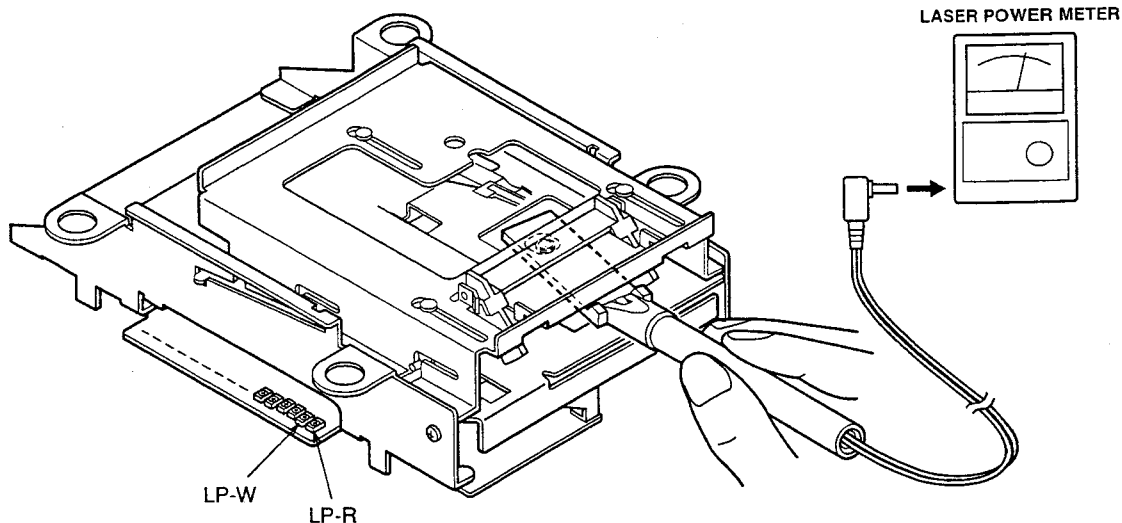

Fig. 6-4
7. As shown in Fig. 6-4, insert the sensor of the Laser Power Meter into the drive unit so that the sensor comes onto the top of the pickup lens.
7. 図6-4のようにレーザー・パワー・メーターのセンサーをドライブ・ユニットに挿入し、センサーがピック・アップのレンズの上にくるようにする。